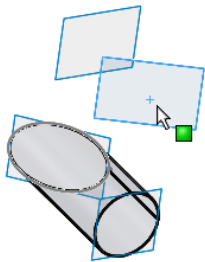
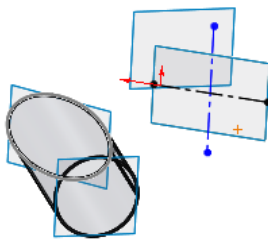

图 11-128 选择绘制草图 2 基准面
图 11-129 绘制构造线
①选择图 11-128 所示的基准面作为绘制斜接管的草图 2 的基准面。为了绘图方便, 先过基准面的中点绘制两条互相垂直的构造线, 如图 11-129 所示。